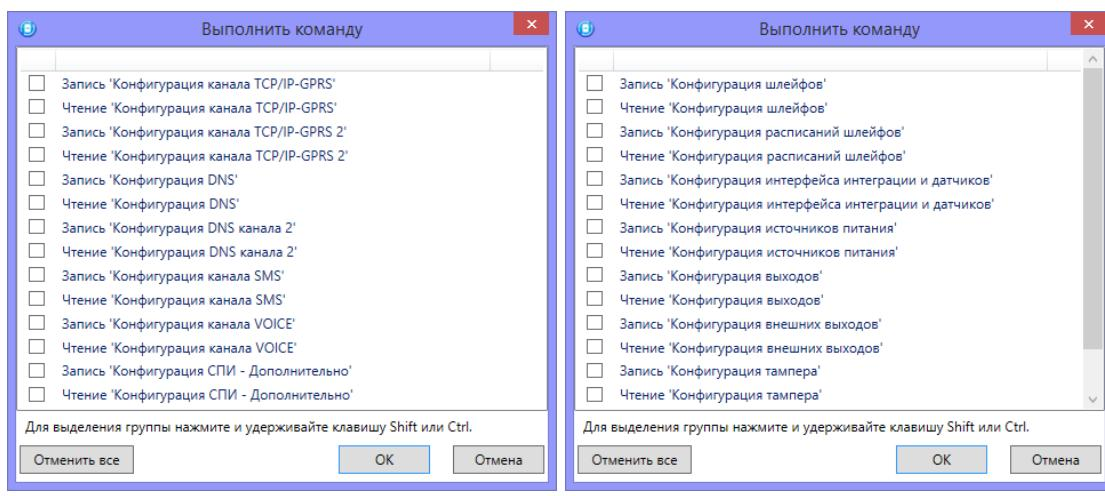

Рисунок 4.46 — Окно 'Выполнить команду' (а — конфигурация ПОО, б — конфигурация ППК)
- *Выполнить команду:* открытие окна *Выполнить команду* (см. рисунок 4.46), с помощью которого могут быть записаны или считаны отдельные группы параметров (актуально при медленной скорости передачи данных или тарификации по объему передачи данных).